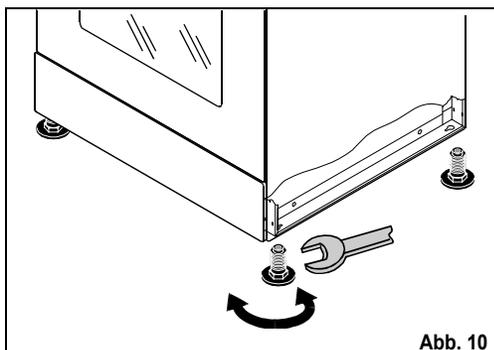

Abb. 10
- **Einstellfüße (P)**, die auf dem Gerät montiert werden müssen und mit denen es möglich ist, die Höhe der Küche an die anderen Möbel anzugleichen (Abb. 10).